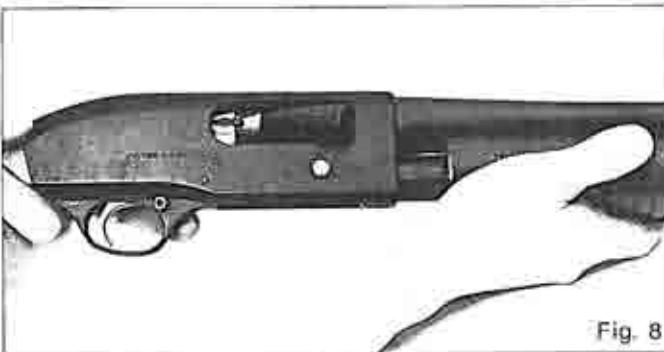

Fig. 8
- c2. Operare come descritto al punto b6. In tale fase la cartuccia in camera non sparata viene estraatta ed espulsa attraverso la finestra d'espulsione (Fig. 8).
*Operate as described at point b6. The unfired round that is in the chamber is extracted and ejected through the ejection port (Fig. 8).*
*Procéder comme indiqué au par. b6. Dans cette phase, la cartouche non tirée dans la chambre est extraite et ejectée par la fenêtre d'éjection (Fig. 8).*